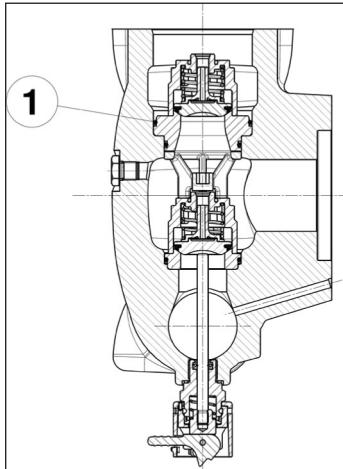

Fig. 101
Preste atenção especial na inserção do anel circular indicado na pos. ①, Fig. 101.